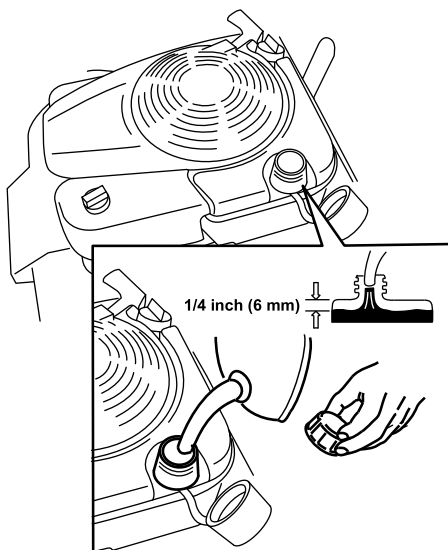

Figura 11
1. Pulite l'area intorno al tappo del serbatoio del carburante e togliete il tappo (Figura 11).
2. Riempite il serbatoio lasciando vuoti almeno 6 mm dalla base del collo, in modo che la benzina disponga dello spazio per espandersi. Figura 11